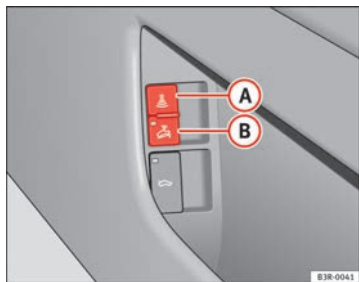

Fig. 79 Interruptor de la vigilancia del habitáculo
- Abra la puerta y tire del interruptor  con el símbolo  a un lado del compartimento portaobjetos de la puerta del conductor $\Rightarrow$ fig. 79.